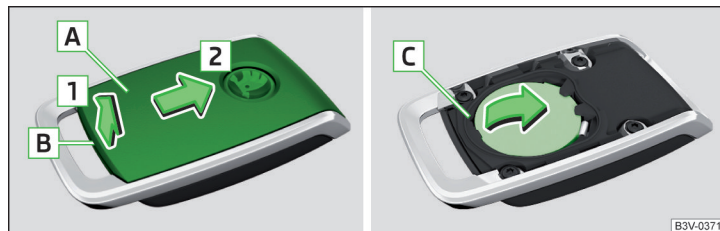

Fig. 350 Ridicarea capacului / scoaterea bateriei
- Cu o șurubelniță dreaptă subțire, desprindeți capacul **A** în zona **B** » fig. 350.